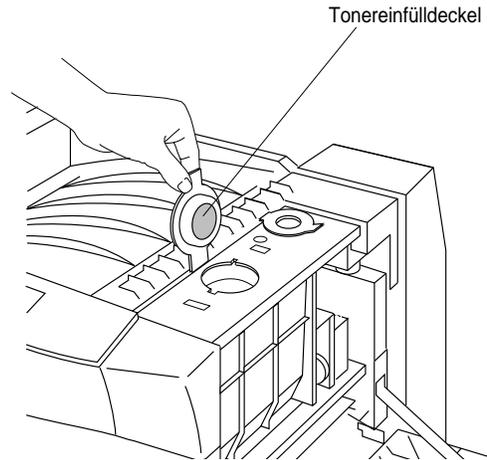

Abbildung 2-47 Tonereinfülldeckel öffnen
3. Öffnen Sie den Tonereinfülldeckel (vorderer Stutzen, siehe Abbildung 2-47).